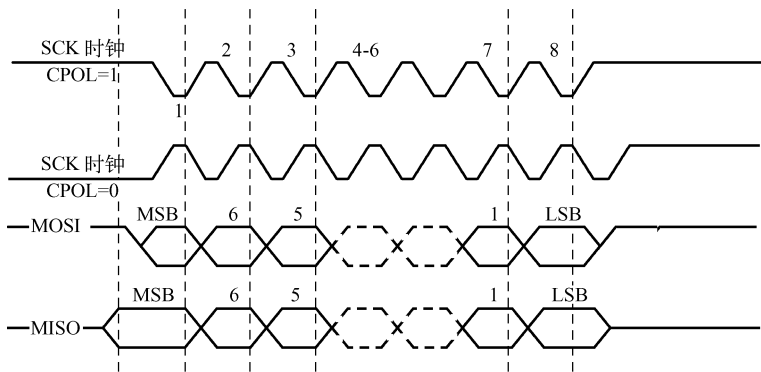
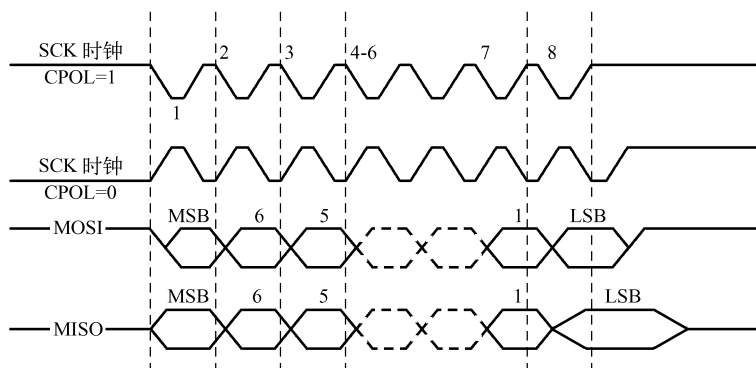

图 8.7 CPHA = 0 时的 SPI 总线数据传输时序
图 8.8 CPHA = 1 时的 SPI 总线数据传输时序
和 TWI (I2C) 总线相同, SPI 总线的数据交换过程也需要时钟驱动, SPI 总线的时钟有时钟极性 (CPOL) 和时钟相位 (CPHA) 两个参数, 前者决定了有效时钟是高电平还是低电平, 后者决定有效时钟的相位, 这两个参数配合起来决定了 SPI 总线的数据时序, 如图 8.7 和图 8.8 所示。
从图 8.7 和图 8.8 中可以看到:
- CPOL：时钟极性选择位。CPOL 被置位表示 SPI 总线空闲时 SCK 为高电平，否则 SPI 总线空闲时 SCK 为低电平，参考图 8.7 与图 8.8，CPOL 控制功能如表 8.13 所示。
- CPHA：时钟相选择位。CPHA 位决定是在 SCK 的起始沿对数据采样还是在 SCK 的结束沿对数据进行采样，参考图 8.7 与图 8.8，CPHA 控制功能如表 8.14 所示。